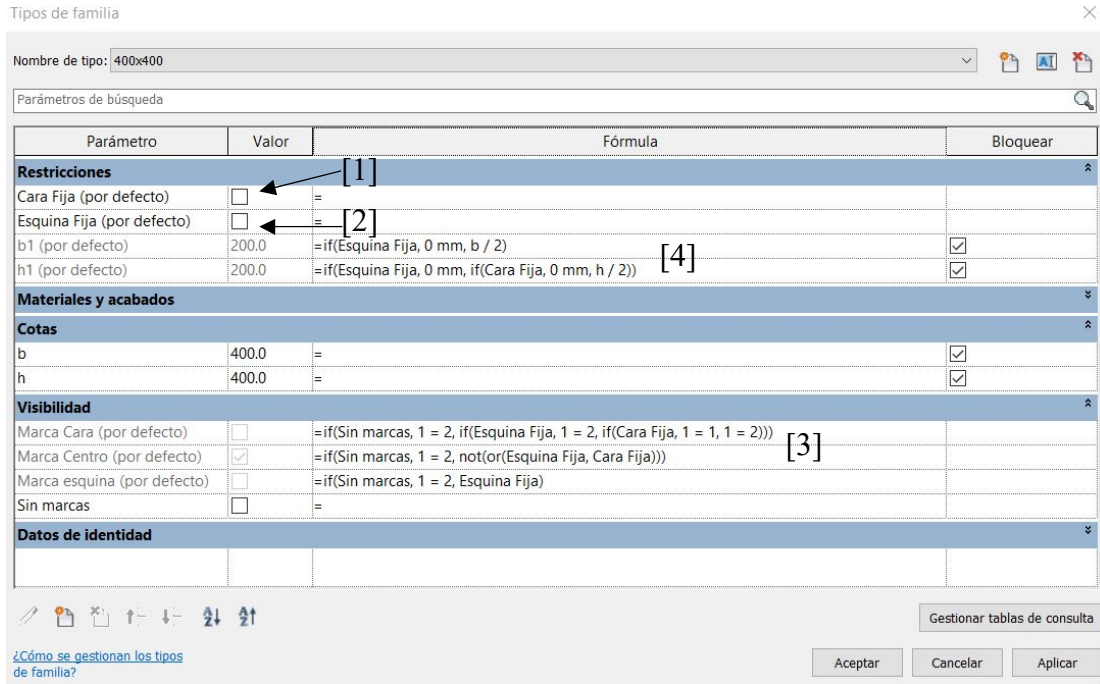

Imagen 4.46: Configuración de parámetros
- Lo siguiente que tenemos que hacer, es crear los diferentes tipos de pilares que vamos a utilizar en nuestro proyecto, para ello, clicamos en “nuevo tipo” [5] (imagen 4.46), le damos un nombre nuevo, y configuramos nuevamente esa vista para que se comporte como nosotros deseamos.